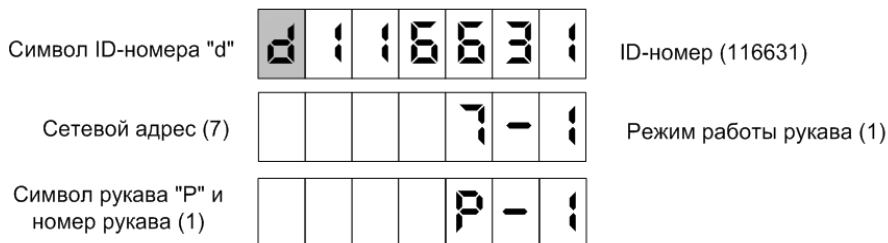

Рисунок 6
8.1 По команде СУ на табло могут отображаться сетевой адрес, режим работы и ID-номер рукава (рисунок 6).